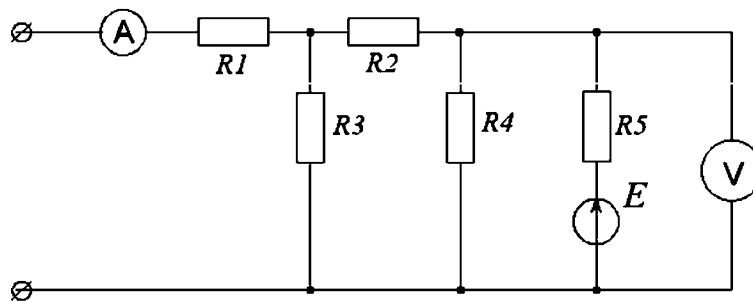

Рис. 1.69. Схема к задаче 9
9. Определить показание вольтметра и все токи (рис. 1.69), если  $R_1 = R_3 = R_4 = R_5 = 1 \text{ Ом}$ ,  $R_2 = 0,5 \text{ Ом}$ ,  $E = 1 \text{ В}$ . Сопротивление вольтметра  $R_V = 100 \text{ кОм}$ ,  $I_0 = 10 \text{ А}$ .